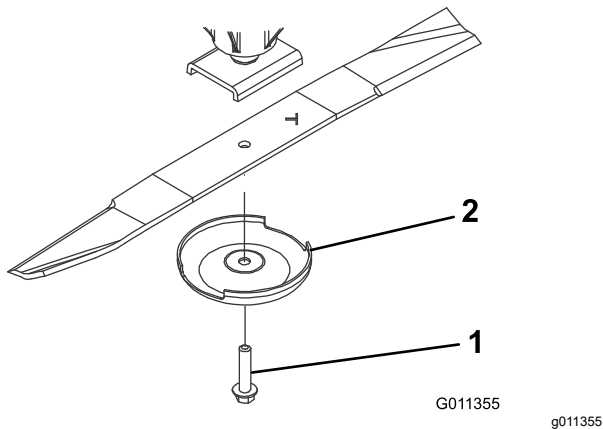

图 16
3. 卸掉刀片螺栓、防刮罩并从铰轴上取下刀片 (图 16)。